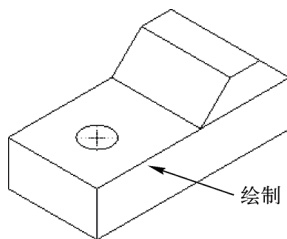

图 2-32 绘制平行四边形
STEP 04 在绘图区中左下方和右下方的端点上依次单击鼠标左键，创建平行四边形，单击鼠标中键，完成平行四边形的绘制，效果如图 2-32 所示。